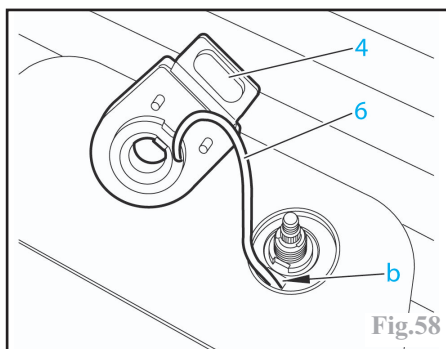

Fig.58
Dégager le faisceau électrique (6) (passer par l'ouverture "b") (Fig.58).